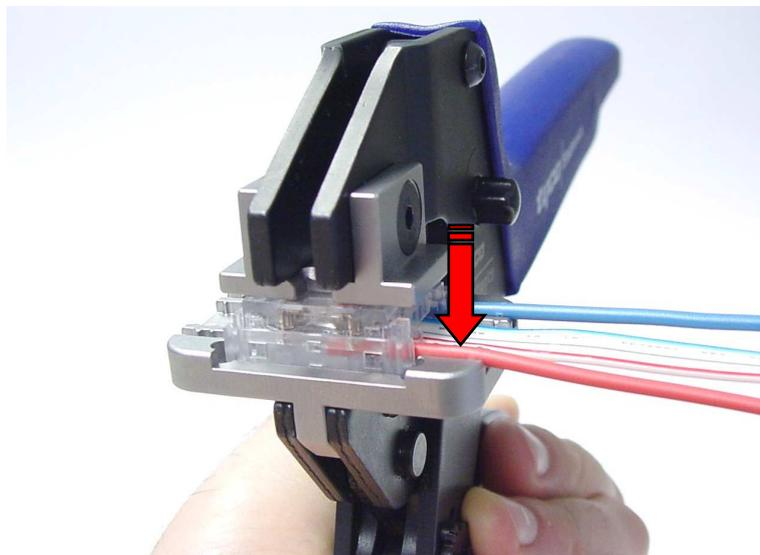

Abbildung 8
2. Danach werden die Kabel per Hand von oben in die Kabelklemme eingedrückt (siehe Abbildung 8).